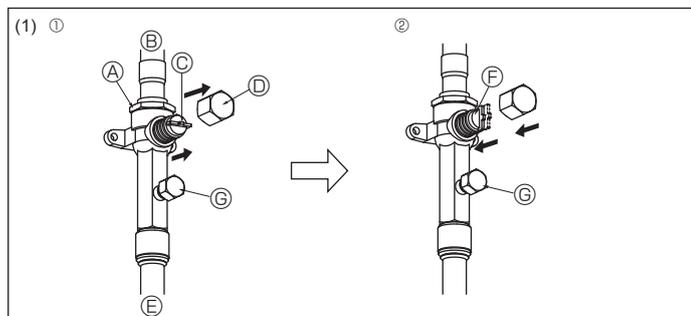
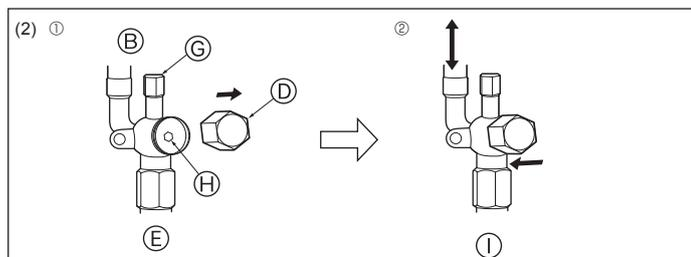

Fig. 4-12
Fig. 4-13
(1) Côté gaz (Fig. 4-12)
- ① Enlever le capuchon, ramener la poignée vers soi et la tourner d'un quart de tour en sens inverse des aiguilles d'une montre pour ouvrir la vanne.
- ② Vérifier que la vanne d'arrêt est complètement ouverte, appuyer sur la poignée et tourner le capuchon pour le ramener sur sa position d'origine.
(2) Côté liquide (Fig. 4-13)
- ① Retirez le bouchon, et tournez la tige de soupape à fond dans le sens antihoraire avec une clé hexagonale de 4 mm. Arrêtez de tourner quand elle frappe la retenue. (ø6,35: env. 4,5 tours) (ø9,52: env. 10 tours)